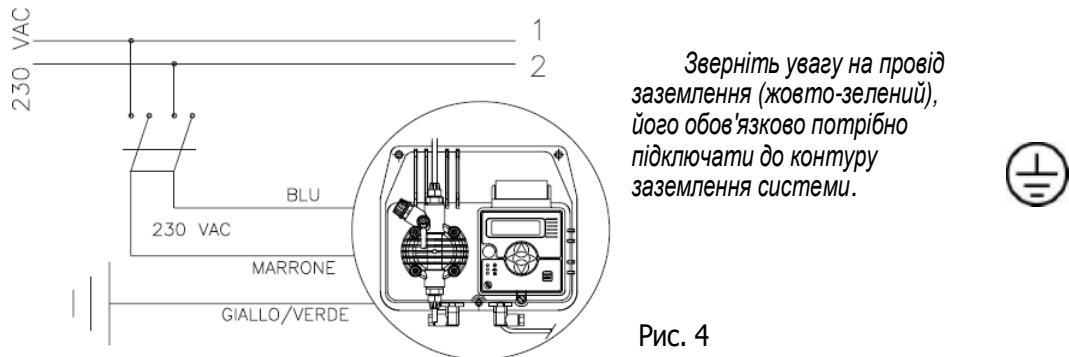

Рис. 4
-  1. Від'єднати вилку кабелю електро живлення від електричної розетки 220V або вимкнути живлення двополюсним вимикачем з мінімальною відстанню між контактами 3 мм (Рис. 4)
1. Від'єднати Піни від електричної розетки або вимкнути живлення двополюсним вимикачем з мінімальною відстанню між контактами 3 мм (Рис. 4)
**b.** – Перед початком установки ознайомтеся з правилами електричних підключень у вашому регіоні. (Рис. 4)